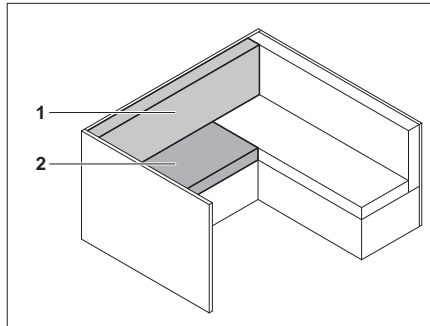

Fig. 163 Avant la transformation
- Enlever le coussin de dossier (Fig. 163,1) et le coussin d'assise (Fig. 163,2).